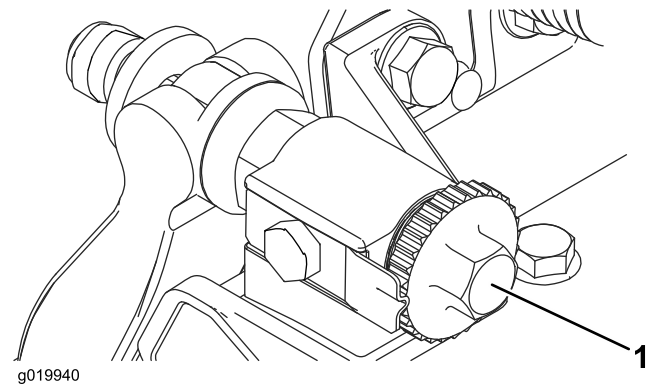

Figura 31
1. Reduzca el contacto entre el molinete y la contracuchilla girando los pomos de ajuste de la contracuchilla (Figura 31) en el sentido contrario a las agujas del reloj hasta que no exista contacto alguno.